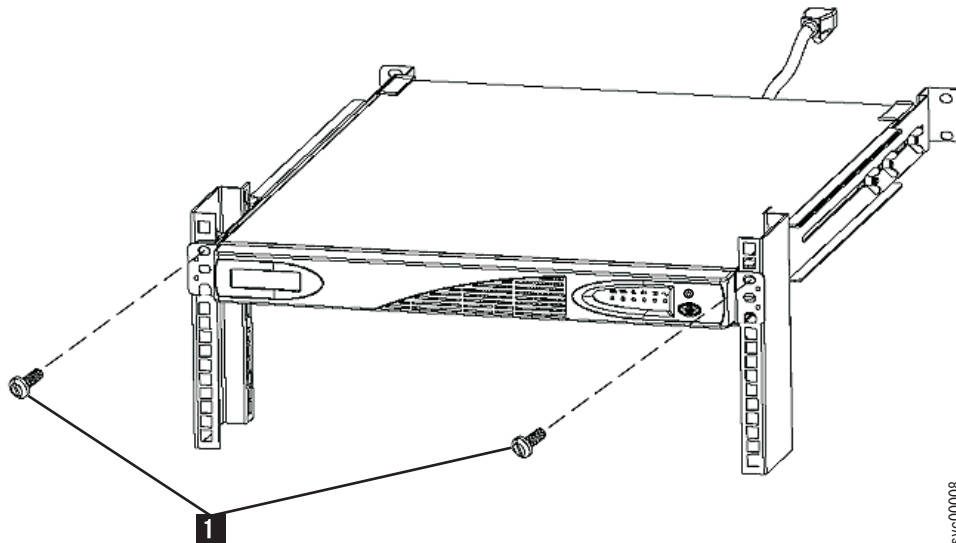

図 314. 2145 UPS-1U 用の取り付けねじ
9. 図 314 に示すように、2145 UPS-1U の前面で、2つの取り付けねじ **1** を外します。